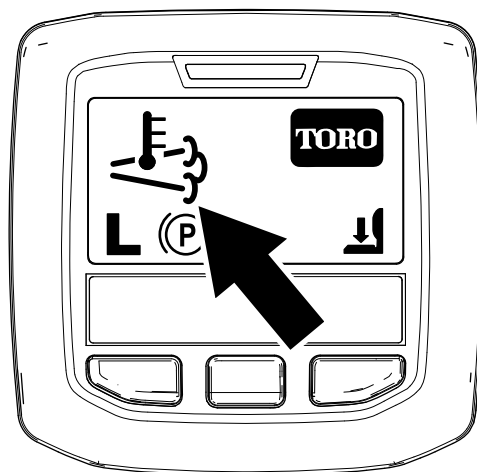

図 37
- インフォセンターには、排気高温アイコンが表示されます 図 37。